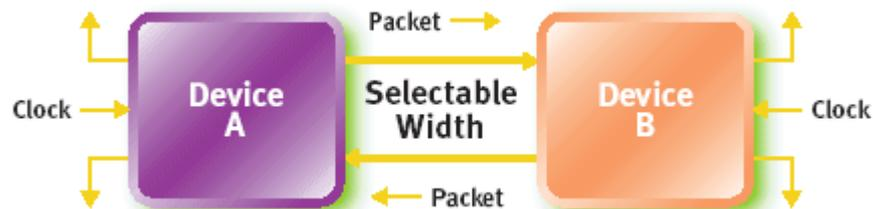

Рисунок 1.4 — Сигнальный уровень шины
- сигнальный уровень 0.8 вольт; каждый канал состоит из двух дифференциальных сигнальных пар (необходимо только 4 контакта, см. рисунок 1.4):